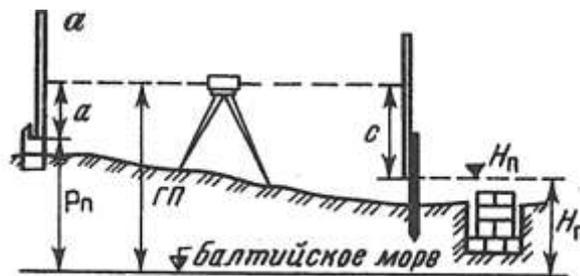

Рис. 2. Схема разбивки и контрольных высот фундамента
5. Выставьте проектную высоту верха фундамента на обноске (рис. 2), если высота репера $P_n = 77,526$, отсчет по рейке $a = 1015$, проектная высота фундамента $H_n = 76,408$.